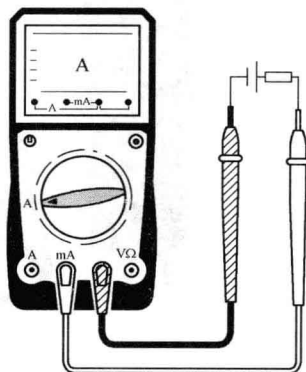

图 1-9 直流电流测量
- 1) 根据测量电流的大小选择适当的电流测量量程, 如图 1-9 所示。